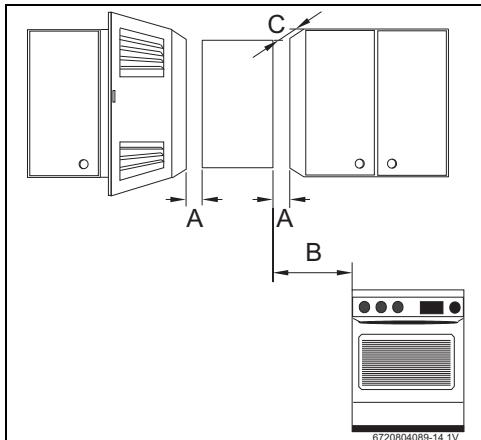

Fig. 19 Distâncias mínimas
- ▶ Respeitar as medidas mínimas de instalação indicadas na Fig. 19.
- Assegurar o bom acesso nos trabalhos de manutenção, respeitando as distâncias mínimas indicadas na Fig. 19.